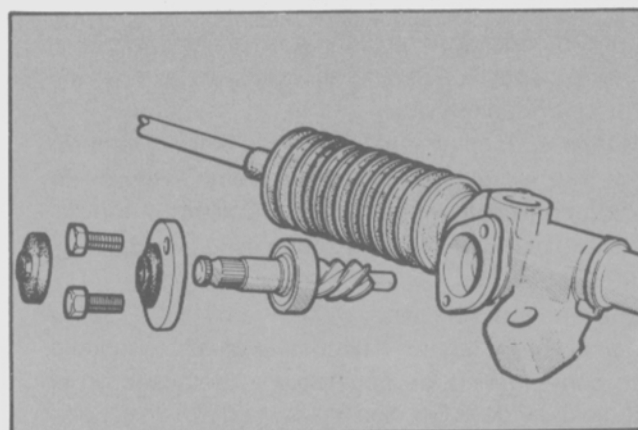

Fig. 6 - Desmontaje del piñón y cojinete superior.
- Retirar el piñón con el cojinete superior montado. (Fig. 6).